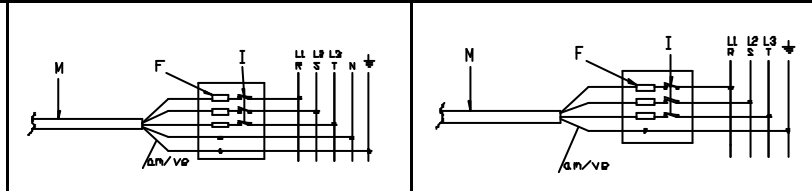

Fig. 8
- Colocar en la toma de red, un interruptor general (I) independiente al aparato cuya distancia entre contactos sea igual o superior a 3 mm. (Fig.8), así como un interruptor diferencial de 300 mA.